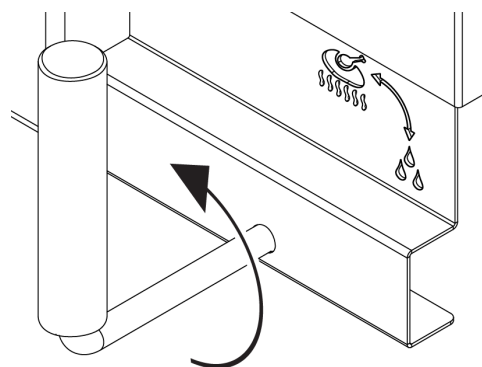

Figure 5
2. Assurez-vous que la vanne de drainage est placée à cuire  tel qu'illustré à la Figure 5.